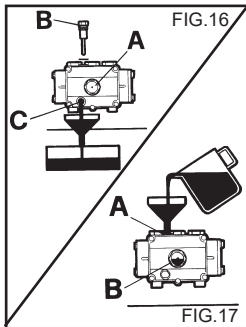

FIG.16
- 2) Dévisser le bouchon de la tige de contrôle de niveau (fig. 16).